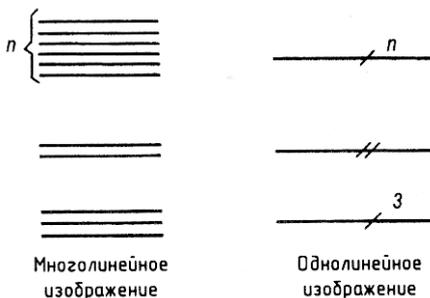

Рисунок 72 – Однолинейное представление линий связи
- вместо всех линий изображают только одну с указанием количества линий числом или меткой (рис. 72);